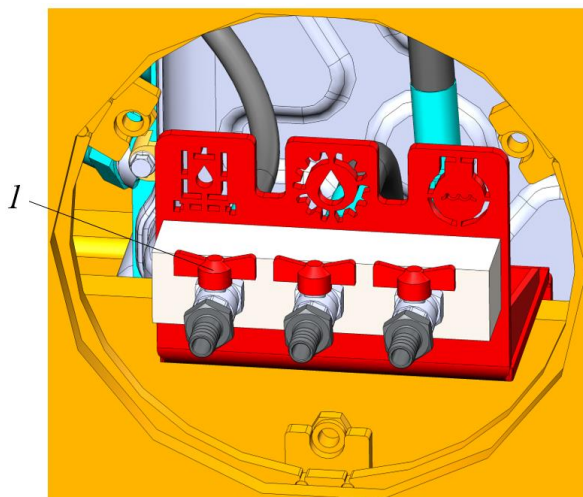

Рисунок 5.101. Кран слива гидравлического масла
- ▶ Надеть подходящий шланг на штуцер крана 1, рис. 5.101. Для исключения ошибки слива не той жидкости, рядом с краном размещена соответствующая пиктограмма «Гидросистема».
- ▶ Открыть кран 1, рис. 5.101 для слива гидравлического масла с напорного фильтра.
- ▶ Закрыть кран слива масла с напорного фильтра 1, рис. 5.101. следы подтеков масла с крана и корпуса фильтра убрать используя ветошь или замыть легкоиспаряющейся жидкостью.